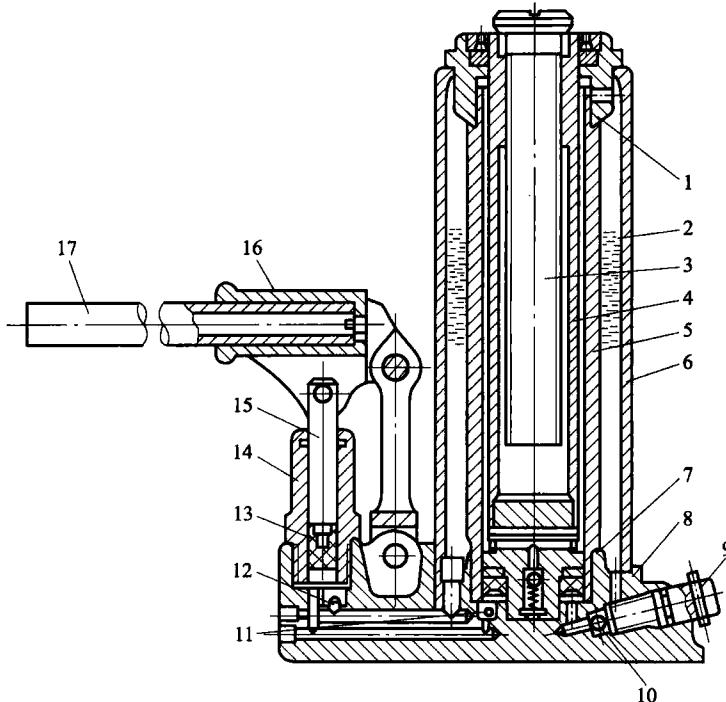

图 1—1 油压千斤顶的结构
(1) 千斤顶。千斤顶是一种简单的起重工具，主要用于机械安装工作，机修钳工也可用它拆卸和装配设备中过盈配合的零件，如大型设备的滑动轴承等。千斤顶体积小，操作简单，使用及维修方便，按结构形式的不同，可分为齿条式千斤顶、螺旋式千斤顶和油压式千斤顶3种，目前常见的是油压式千斤顶，其结构如图1—1所示。
(2) 手动葫芦。手动葫芦分为手拉葫芦和手扳葫芦两种，如图1—2所示。它是一种操作简单、携带方便的起重机械，一般适用于小件的吊装。